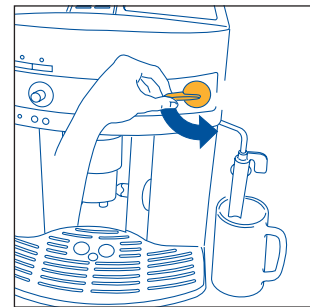
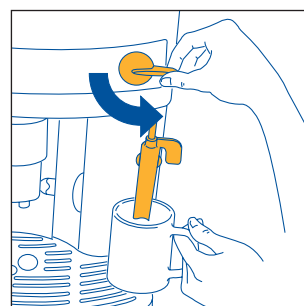
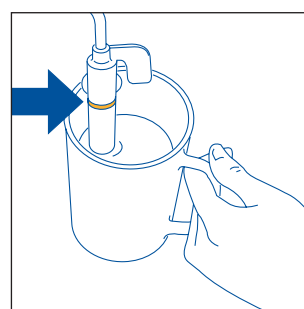

Fig.5
Fig.23
Fig.24
3. **IMMEDIATAMENTE DOPO, ENTRO MASSIMO 30 SECONDI** ruotare la manopola vapore in senso antiorario fino a fine corsa (fig.5) (è normale che la macchina diventi rumorosa).
- Ruotare la manopola vapore di mezzo giro in senso antiorario fino a fine corsa (fig. 5): l'acqua calda esce dal cappuccinatore e comincia a riempire il contenitore sottostante.
- **Subito dopo, entro massimo due minuti** (altrimenti la macchina ritorna automaticamente alla funzione caffè), immergere il cappuccinatore nel contenitore contenente il latte (fig. 23) facendo attenzione a non immergere la linea in rilievo sul cappuccinatore stesso (indicato dalla freccia di fig. 24). Ruotare la manopola vapore di mezzo giro in senso antiorario fino a fine corsa (fig. 5). (*Attenzione a non scottarsi*). Dal cappuccinatore esce il vapore che fa assumere un aspetto cremoso al latte e ne aumenta il volume. Per ottenere una schiuma più cremosa, immergere il cappuccinatore nel latte e far ruotare il contenitore con lenti movimenti dal basso verso l'alto. (Si consiglia di erogare vapore per non più di 2 minuti di seguito).
- Far defluire un po' di acqua o vapore per qualche secondo ruotando la manopola vapore in senso antiorario fino a fine corsa (fig. 5). Con questa operazione, il tubo vapore scarica l'eventuale latte che può essere rimasto al suo interno. **IMPORTANTE:** Per motivi di igiene si raccomanda di fare sempre questa operazione in modo da evitare che il latte ristagni nei circuiti interni del cappuccinatore.